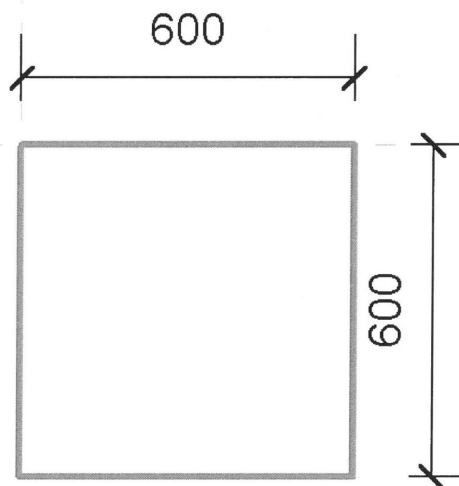

Fig. 04.07. Optegn et simpelt kvadrat i forhold til indsættelsespunktet.
- Tegn et simpelt rektangel/kvadrat som på Fig. 04.07.